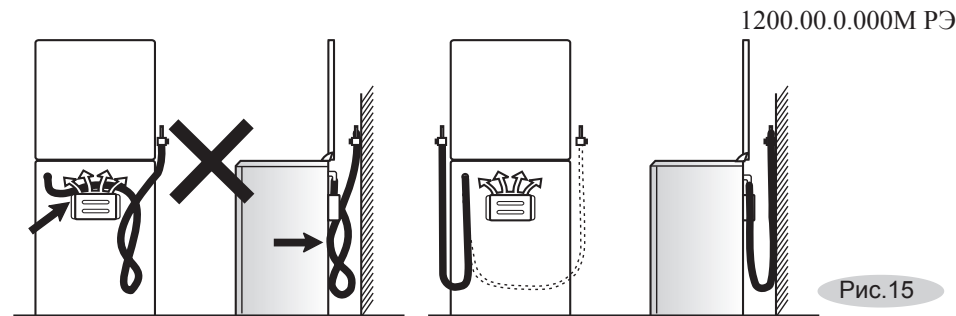

Рис.15
ПОМНИТЕ: После установки плиты на место обязательно проверьте положение гибкого шланга подвода газа и шнура питания (рис.15). Они не должны проходить над дымоходом и касаться задней стенки плиты. Во время работы духовки там возникает большая температура, которая может их повредить.
- шланг не должен проходить в зоне горячего воздуха дымохода и касаться задней стенки плиты (рис.15);